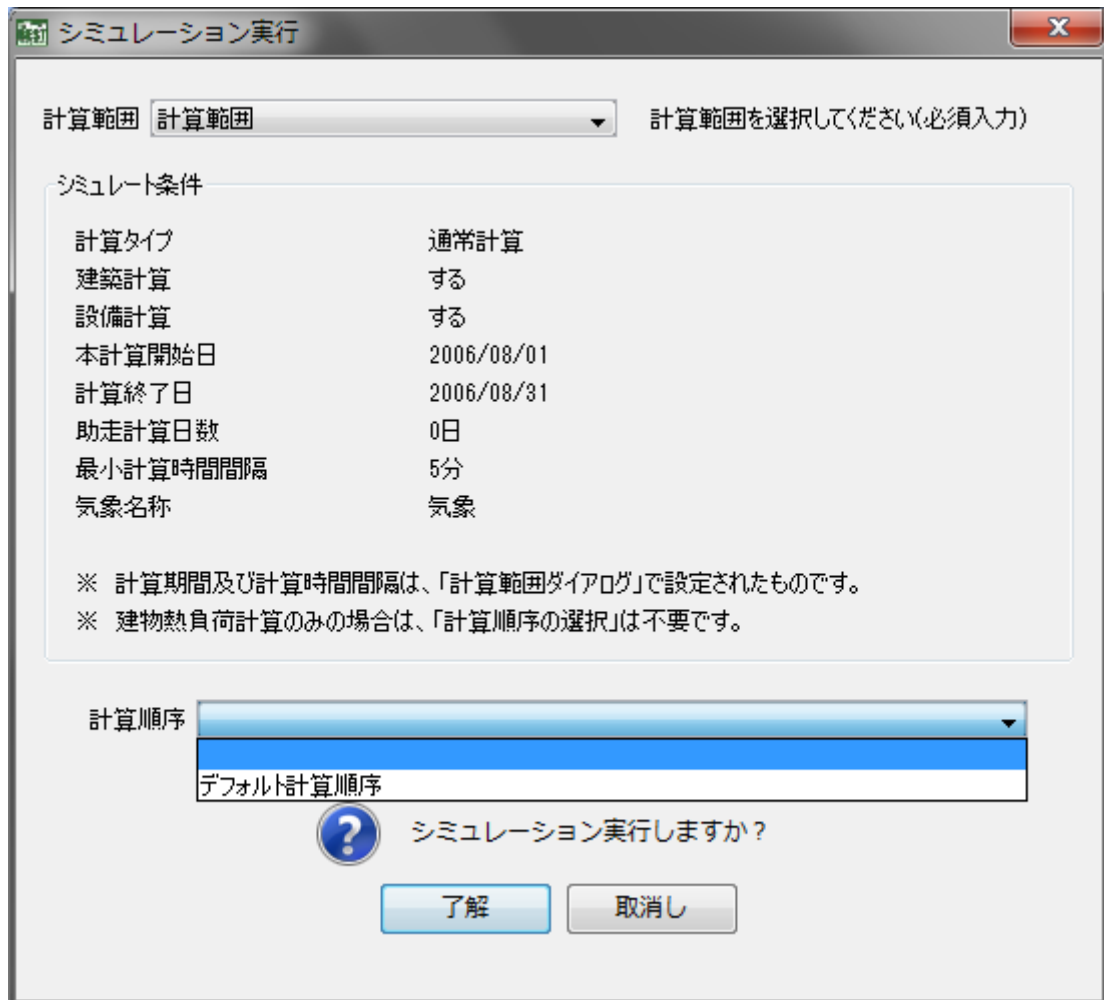

図 2-3 計算順序の選択、シミュレーション実行の画面
4)計算実行(E)の⇒「シミュレーション実行」を押すと下記図 2-3 の画面となり、計算順序を選択し「了解」を押すと計算が開始される。